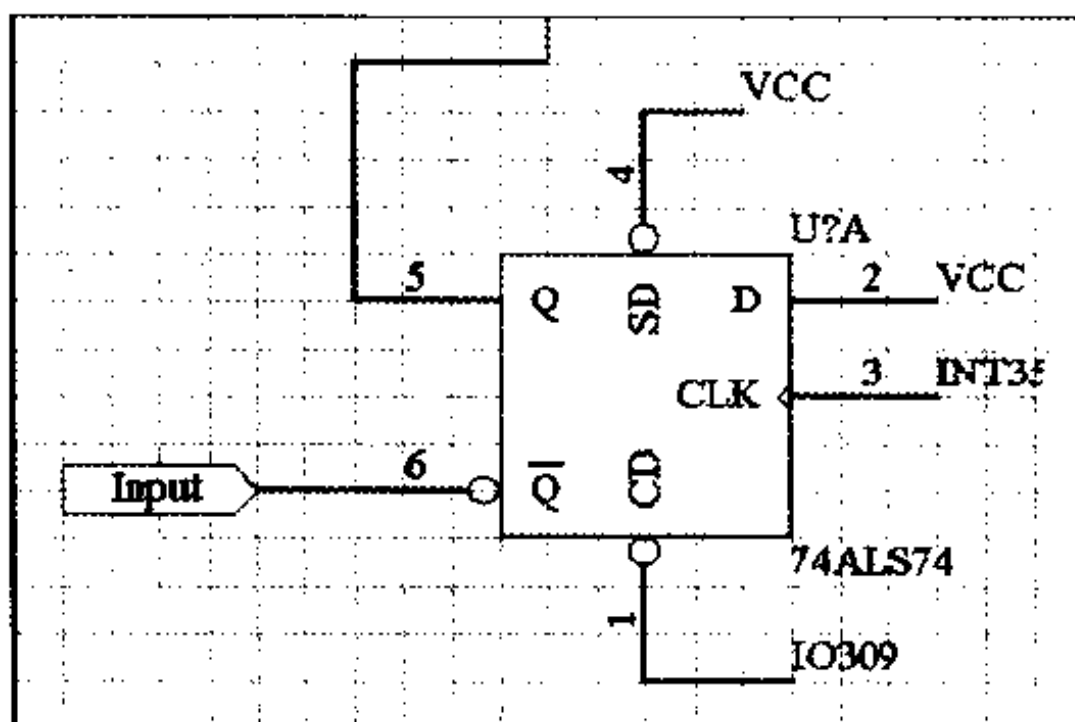

图 4-27 设置 I/O 端口的属性
(9) 在对话框的 Length 选项输入框中显示出了 I/O 端口符号的长度,调整此输入框中的数值,即可调整图纸中的端口符号的长度。对话框的 X-Location 和 Y-Location 选项输入框中给出了 I/O 端口的位置坐标,修改这两个选项的取值,即可调整 I/O 端口在图纸中的位置。
(10) 分别单击 Border, Fill Color, Text 选项的颜色框,均可弹出 Choose Color 对话框,在其中选择适当的颜色,分别设置 I/O 端口符号的轮廓线颜色、填充颜色、文字颜色。
(11) 设置好对话框中的各个选项之后,单击对话框底部的 OK 命令按钮,返回工作窗口。在 Wiring Tools 工具栏中单击  按钮,在图纸中绘制导线,将 I/O 端口与元件引脚连接起来,得到如图 4-27 所示的效果。